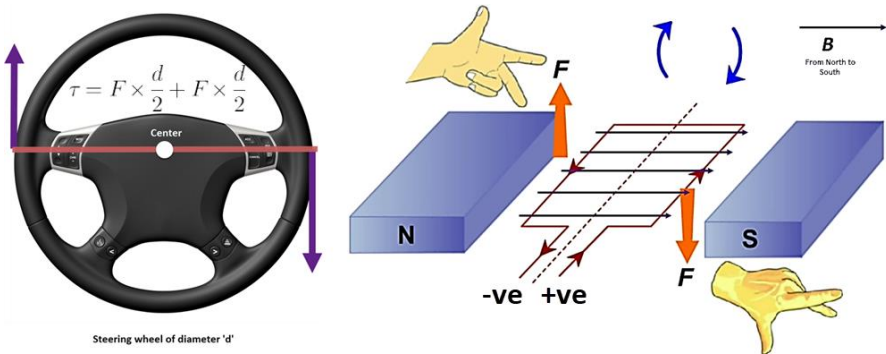

Abbildung 39: Kräftepaar in einer stromführenden Schleife in einem Magnetfeld
Wenn wir eine Gleichstromquelle an der rechteckigen Spule aus Abbildung 39 anschließen, beginnt Strom (I) zu fließen. Der Fluss dieses Gleichstroms in dieser rechteckigen Spule, die sich in einem Magnetfeld befindet, induziert auf beiden Seiten ein Kraftpaar. Da diese Kraft nun eine 180 Grad Umdrehung der Spule hervorruft, verschiebt sich bei gleicher Polarität der Klemmenspannung die Richtung des Kraftpaares. In Abbildung 39 erzeugt die +ve-Klemme eine nach unten gerichtete Kraft und die -ve-Klemme eine nach oben gerichtete Kraft. Wenn wir also diese Klemmen vertauschen und erneut die Rechte-Hand-Regel anwenden, verschiebt diese Umkehrung des Stroms die Richtung der Kraft. Aufgrund dieser Verschiebung erreicht der Motor nach Abschluss dieses 180 Grad Zyklus einen Gleichgewichtszustand (wie in $\sum \tau = 0$; denken sie daran was passiert wenn Sie das Lenkrad loslassen), und dreht sich nicht weiter.
Abbildung 41: Zeigt Abbildung 39 nach einer 180 Grad Drehung der Spule in einem Magnetfeld. Die Verschiebung der Klemmenspannung verschiebt die Richtung der Kraft.
Wir wissen bereits, dass ein Magnetfeld eine Kraft bzw. ein Drehmoment in einer stromdurchflossenen Schleife induziert. Werfen wir noch einmal einen Blick auf Abbildung 39, hier ist die Kraft auf den linken Leiter der Schleife nach oben gerichtet, weil der Nordpol des Permanentmagneten nicht mit dem Magnetfeld des stromführenden Leiters ausgerichtet ist. Da zwei gleiche Pole einander zugewandt sind, stoßen sich diese ab, was ein Drehmoment im Leiter erzeugt. Dieses Drehmoment bewegt dann den linken Leiter der Schleife in Richtung des Südpols des Permanentmagneten. In dieser Position (Abbildung 41) in der der Nordpol des Leiters dem Südpol zugewandt ist, erreicht die Schleife ein Gleichgewicht und die Bewegung stoppt ($\sum \tau = 0$). Daraus haben wir geschlossen, dass nach einer 180 Grad Umdrehung die Bewegung des Motors stoppt (Abbildung 41), da sich bei einer Stromänderung auch die Kräfte ändern.